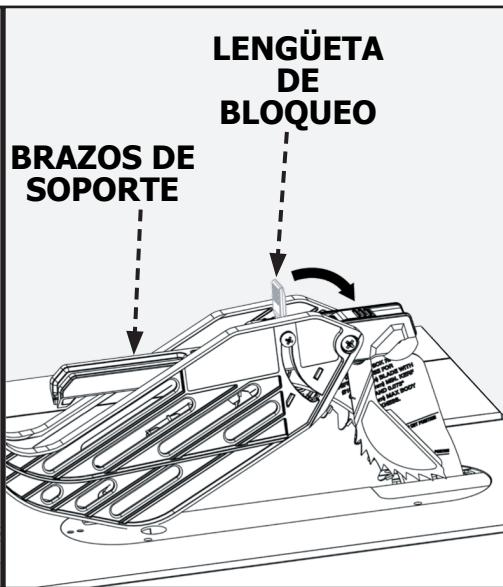

FIGURA 11
1. Al tiempo que sostiene el ensamble de guarda para hoja (M) en posición vertical, enganche el pasador de posicionamiento situado en la parte posterior del ensamble de guarda para hoja dentro de la ranura situada en el borde posterior del separador.
2. Gire el ensamble de guarda para hoja hacia la parte frontal de la sierra hasta que la parte metálica del ensamble de guarda para hoja esté paralelo con la mesa como se muestra en la Figura 11.